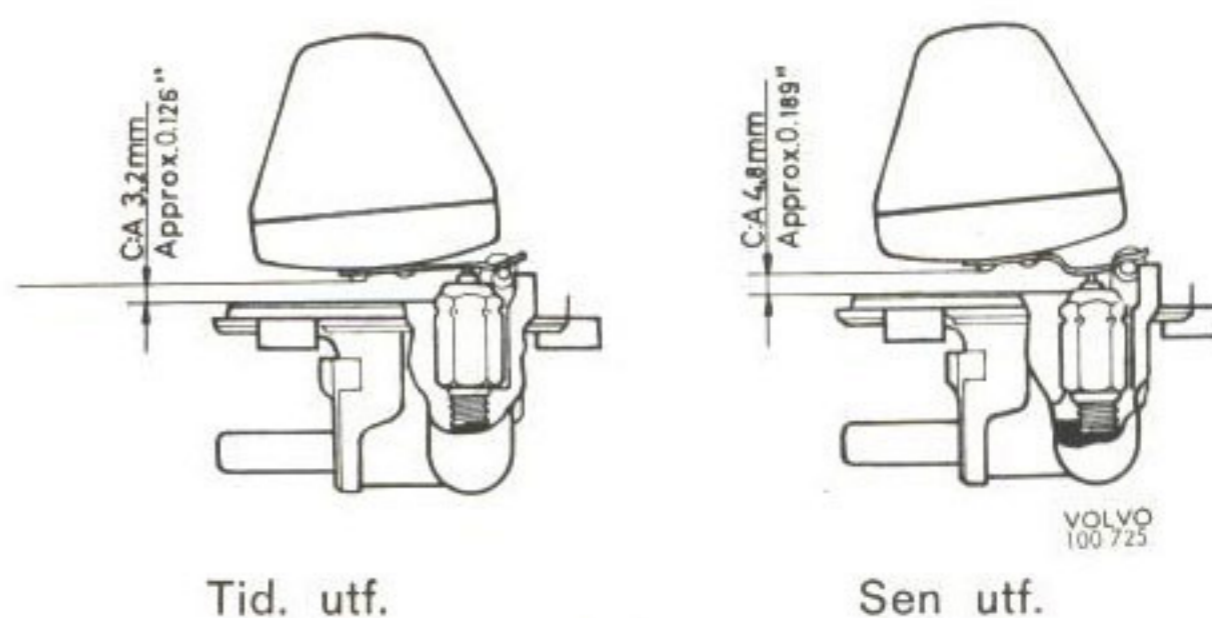

Bild 27.
5. Kontrollera och sätt fast flottörventilen (se bild 27). Montera flottören och locket. Sätt fast flottörhuset och ledningen till munstycket.
Denna förgasare är relativt okänslig för variationer i flottörnivån. Såsom riktvärde för rätt nivå kan flottörernas läge kontrolleras enligt mått på fig. 27.